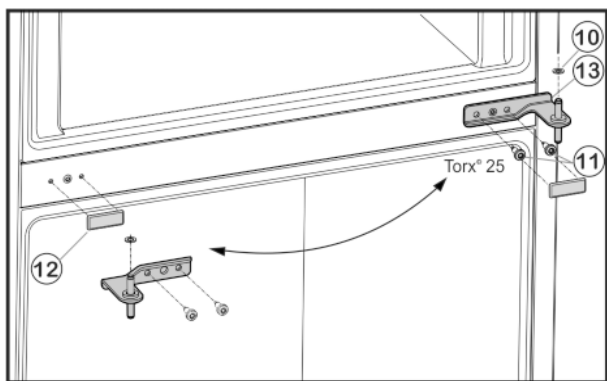

Fig. 5
- ▶ Desserrer les vis de fixation Fig. 5 (11) (2 fois Torx® 25) et retirer le support de palier du milieu de la porte inférieure.
- ▶ Retirer la rondelle en plastique Fig. 5 (10).
- Retirer le cache Fig. 5 (12) avec précaution.
- Replacer le cache Fig. 5 (12) du côté opposé.
- Remettre en place le support de palier du milieu Fig. 5 (13) à 180° dans la porte inférieure et la visser solidement à l'aide des vis de fixation Fig. 5 (11) (2 fois Torx® 25) sur le nouveau côté de la charnière (**avec 4 Nm**).
- Remettre en place la rondelle de plastique Fig. 5 (10).
- Mettre en place la porte supérieure sur le support de palier Fig. 5 (13).